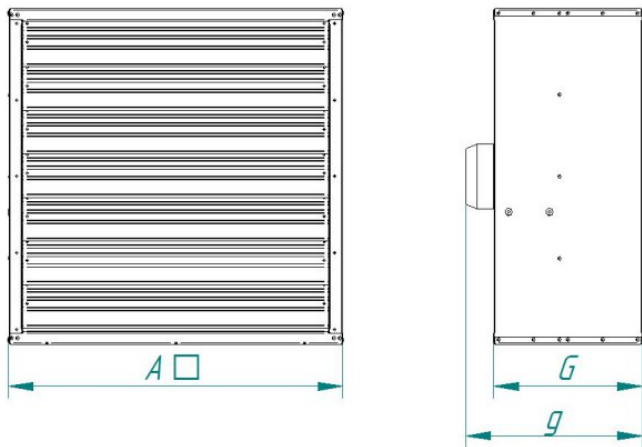

Рисунок 1. Габаритные и присоединительные размеры вентиляторов ВО
1.3.2. Устройство вентиляторов, габаритные, присоединительные и установочные размеры вентиляторов указаны на рис. 1, табл. 1.